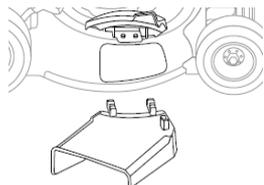

Рис. 10
1. Откройте крышку отсека для мульчирования (Рис. 10).